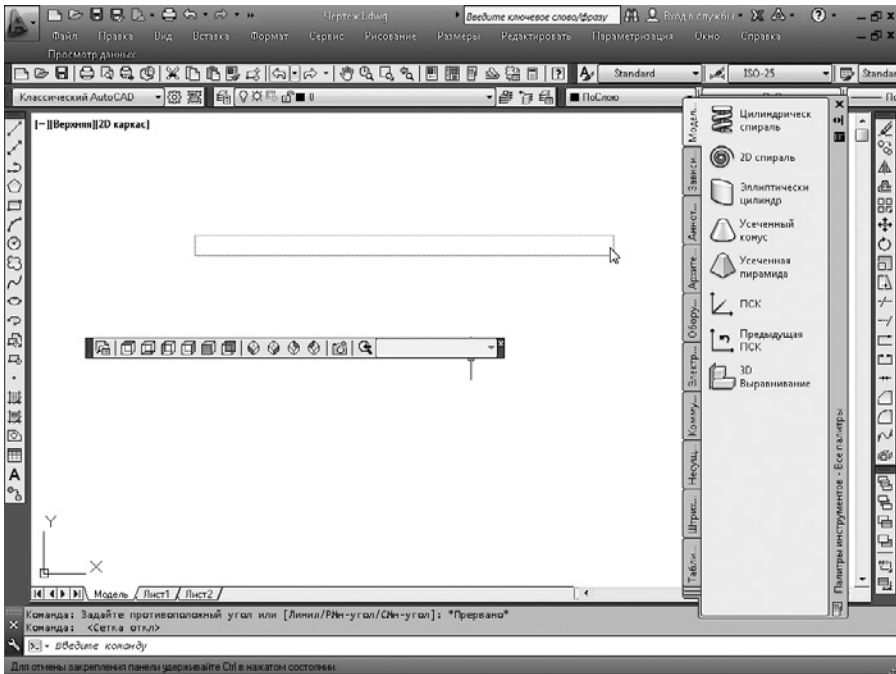

Рис. 1.12. Перетаскивание панели инструментов
- С помощью мыши перетащите панель инструментов в нужное место, как показано на рис. 1.12.